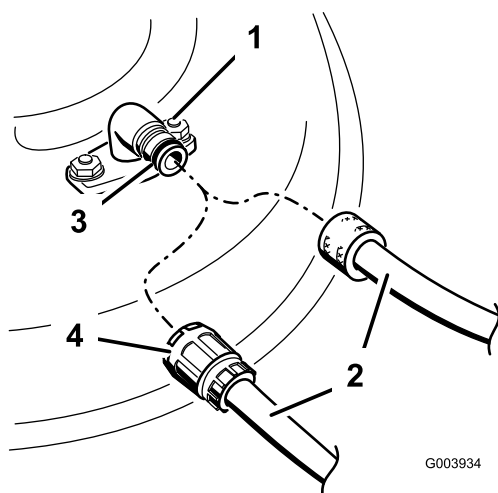

Figure 62
3. Branchez le raccord du flexible au raccord de lavage du tablier de coupe et ouvrez l'eau en grand (Figure 62).